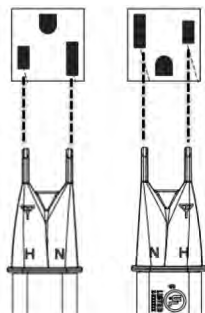

Fig. 1
- Insérer les embouts comme indiqué Fig. 1 de manière à engager complètement les embouts dans la prise afin de détecter la présence de tension c.a. du côté phase de la prise.